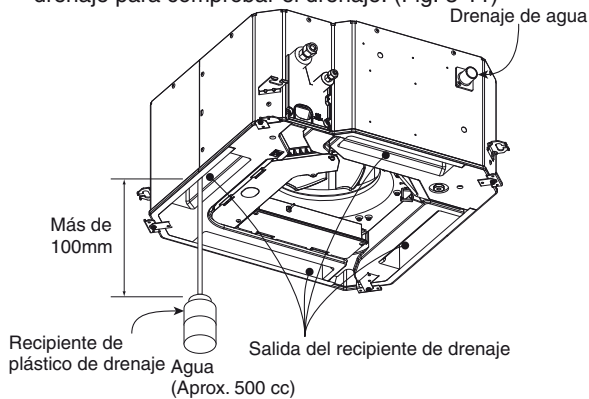

Fig. 3-11
- (1) Conecte la alimentación a la tarjeta de terminales de alimentación (terminales R y S) del interior de la caja de componentes eléctricos.
- (2) Vierta lentamente unos 500 cc de agua en el recipiente de drenaje para comprobar el drenaje. (Fig. 3-11)